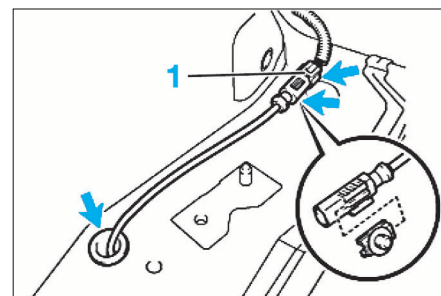

FIG. 22
- Débrancher l'attache du faisceau de câbles de la carrosserie, puis le connecteur (1) (fig. 22).